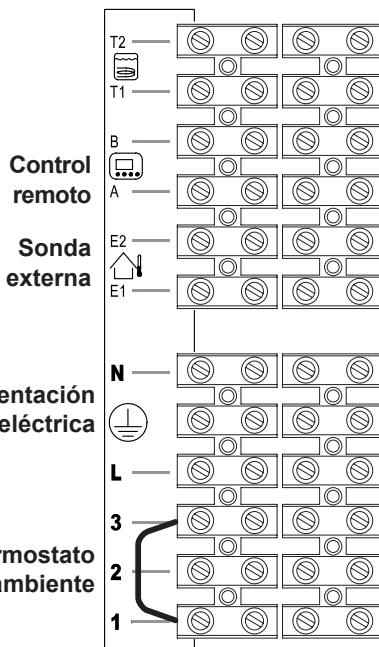

Figura 5.36
- Conecte a los bornes **T1** y **T2** de la bornera los dos conductores eléctricos tal y como se indica en la Figura 5.36.
Para conectar la sonda externa use los bornes indicados en la Figura 5.36.
Para conectar el control remoto use los bornes indicados en la Figura 5.36.
El puente eléctrico conectado en la bornera del termostato de ambiente entre los bornes "1 y 3" no debe quitarse (Figura 5.36).